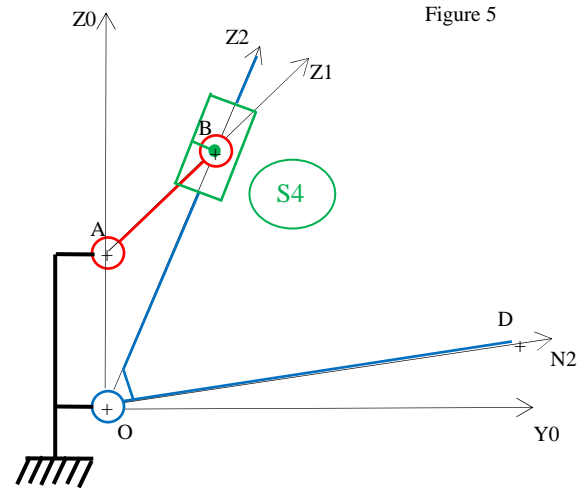

Figure 5
- La solution « glissière » (figure 5) qui fait intervenir un coulisseau S4,